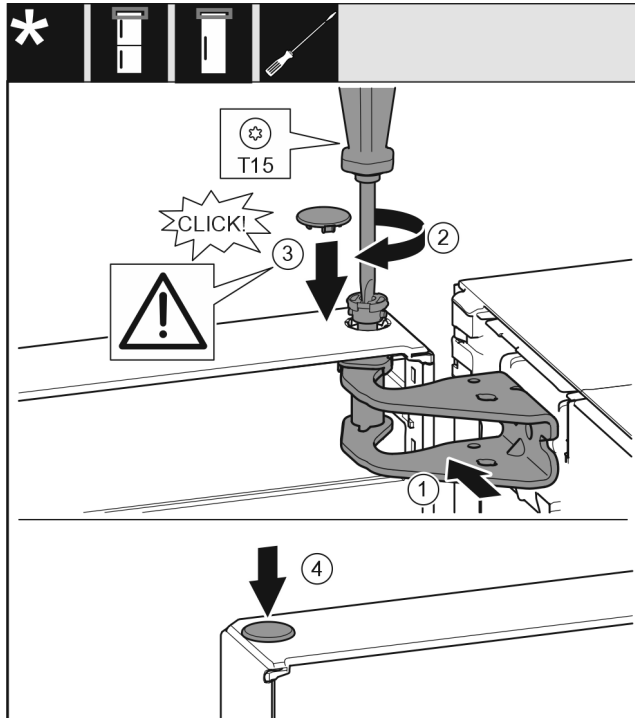

Fig. 36
- ▶ Tür oben zur Öffnung im Lagerbock Fig. 36 (1) ausrichten.
- ▶ Bolzen Fig. 36 (2) einsetzen und mit Schraubendreher festschrauben.
- ▶ Abdeckung Fig. 36 (3) einsetzen.
- ▶ Kontrollieren, dass die Abdeckung Fig. 36 (3) auf der Tür aufliegt.
- ▶ Abdeckung Fig. 36 (4) einsetzen.